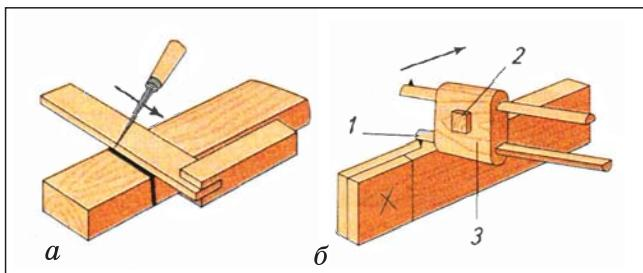

Рис. 2. Разметка брусков под соединение врезкой:
При разметке брусков, соединяемых под прямым углом, линейкой размечают длину и ширину будущего изделия и с помощью угольника проводят линии поперечной разметки с четырех сторон (*рис. 2, а*).
Ножку рейсмуса (1) устанавливают на размер половины толщины бруска, закрепляют ее клином (2) к колодке (3) и проводят продольные линии на кромках и торцах (*рис. 2, б*). Вырезаемые участки помечают крестиком.